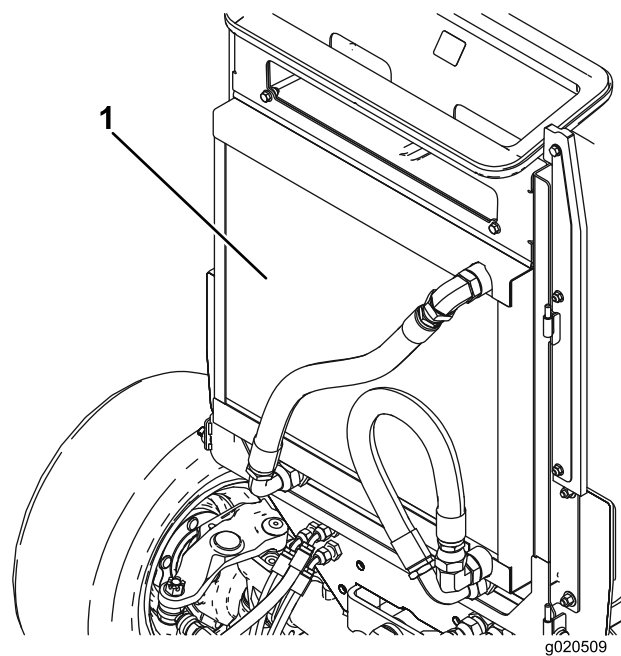

Figure 77
4. Nettoyez soigneusement les deux côtés du radiateur/refroidisseur d'huile (Figure 77) à l'air comprimé. Commencez par l'avant et soufflez les débris vers l'arrière. Nettoyez ensuite en soufflant de l'arrière vers l'avant. Répétez la procédure plusieurs fois jusqu'à ce qu'il ne reste plus aucun débris